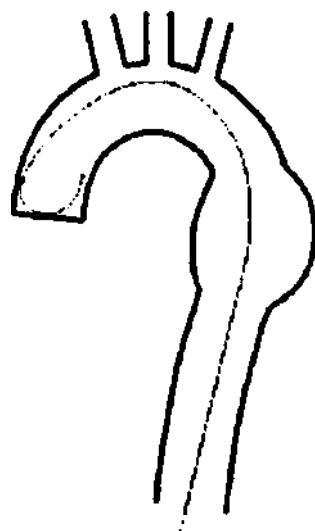

Рис. 5. Введение сверхжесткого проводника
- Разместите сверхжесткий проводник на 0,035 дюйма/260 см в бедренной артерии и проведите его до восходящей артерии (рис. 5).